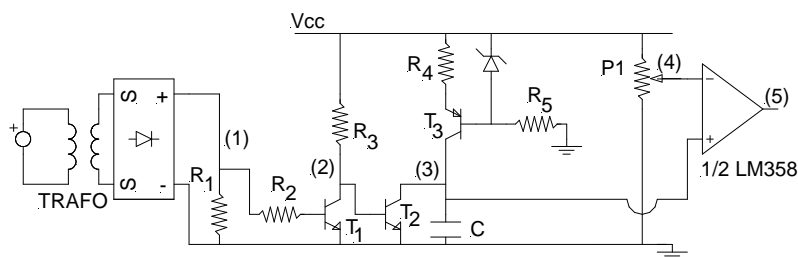
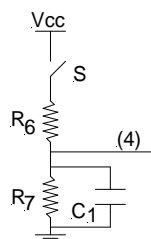

figura 1
figura 2
B1) En el circuito de la figura 1, sustituir el potenciómetro por el circuito de la figura 2.  $R_6 = 47k\Omega$ ,  $R_7 = 100k\Omega$ ,  $C_1 = 100\mu F$  (OJO con la polaridad). El interruptor S simularlo mediante un cable. Visualizar la tensión en (4) al abrir y cerrar el interruptor S